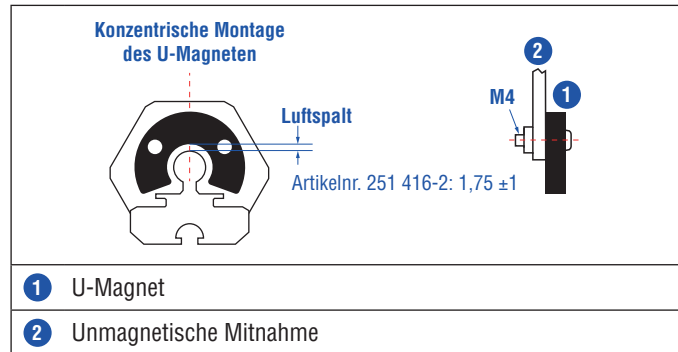
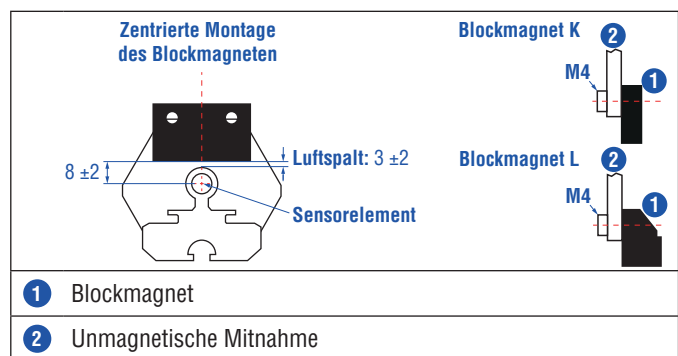

Abb. 35: Montage U-Magnet (Artikelnr. 251 416-2)
Abb. 36: Montage Blockmagnet K (Artikelnr. 251 298-2) und Blockmagnet L (Artikelnr. 403 448)
- Montieren Sie Blockmagnete zentriert über dem Messstab oder dem Sensorprofil. Maximal zulässigen Luftspalt nicht überschreiten (Abb. 35/Abb. 36).